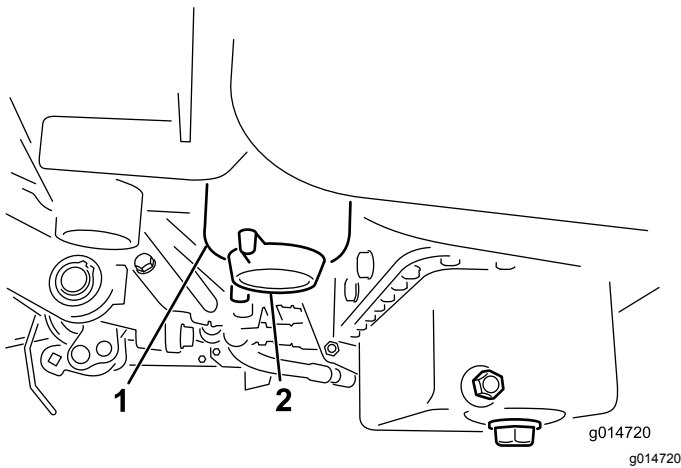

Bild 46
2. Reinigen Sie den Anbaubereich der Filterglocke (Bild 46).
4. Öffnen Sie die Filterablassschraube (Bild 46).